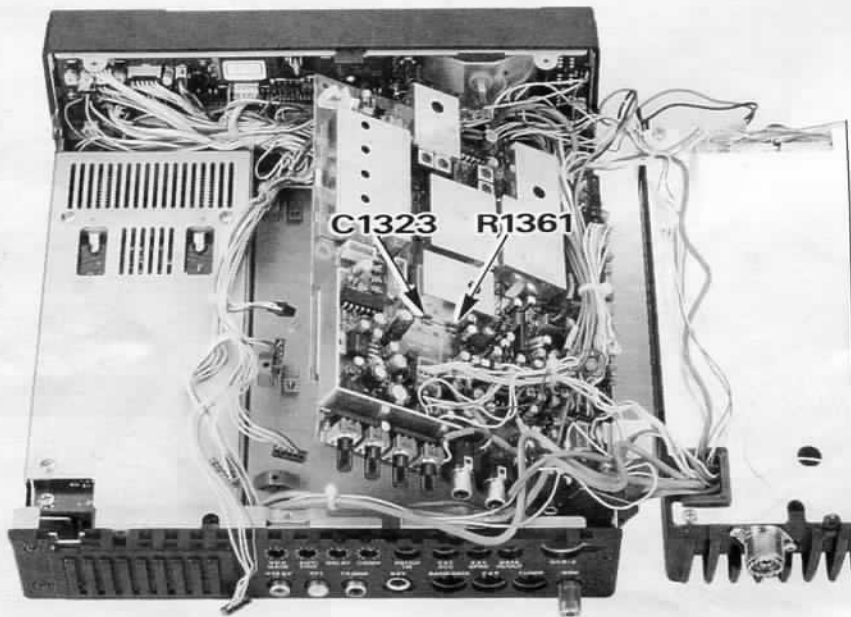

Abbildung 8: Diese Bauteile des alten Oszillators sind vor Einbau des TCXO-3 zu entfernen
– Kneifen Sie die Anschlüsse von Kondensator C1323 und Widerstand R1361 ab (s. Abbildung 8) und nehmen Sie die Bauteile heraus.